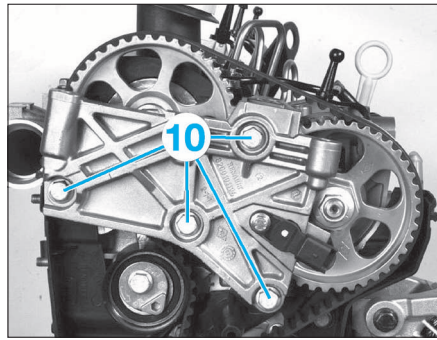

FIG. 22
- Déposer le capteur de position de pompe haute pression (6) (uniquement sur K9K 766).
- Déclipser les languettes de maintien du carter inférieur de distribution (7).
- Déposer la vis de fixation en plastique du carter inférieur (8).
- Dégager la languette de guidage du carter extérieur (9) dans le carter intérieur.
- le support moteur droit resté sur la culasse (10) (Fig.22),